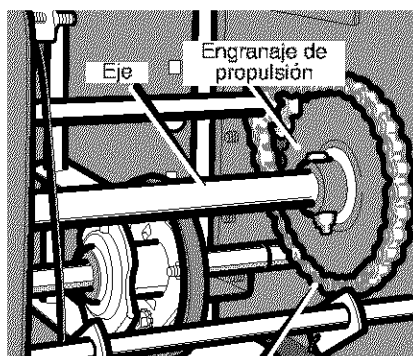

Figura 80
7. Quite los sujetadores que fijan el **engranaje de propulsión al eje** (Figura 80).
16. Instale la llanta derecha, el **eje** y el **engranaje de propulsión** con los sujetadores que quitó antes. Instale la **cadena** en el **engranaje de propulsión** (Figura 80).